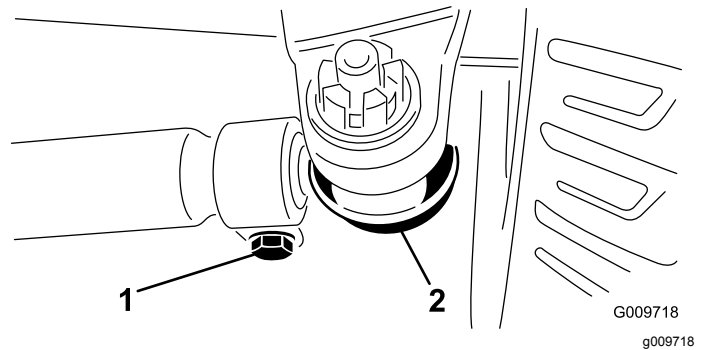

图 54
2. 要进行调节应从任一横拉杆球窝接头卸除开口销和螺母 (图 54)。
4. 拧松横拉杆两端的夹具 (图 54)。